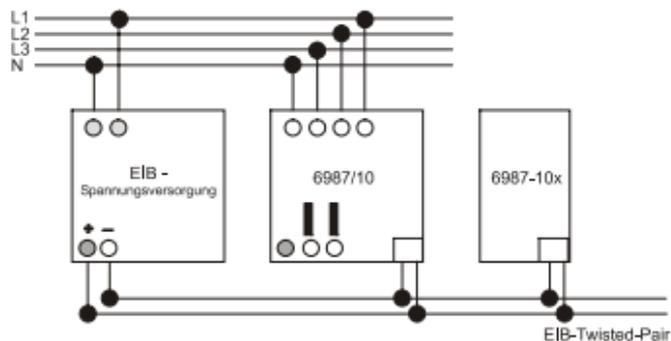
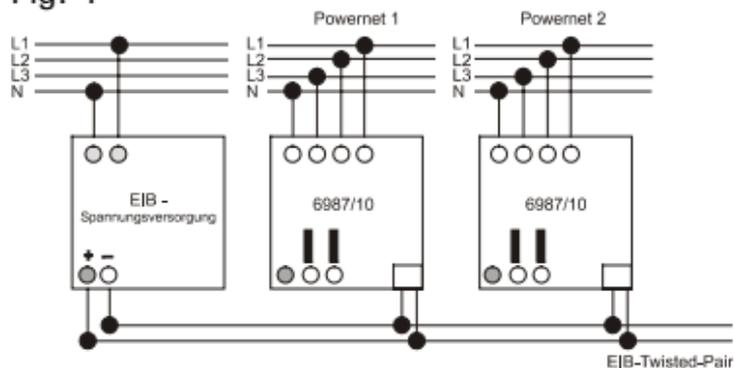

Fig. 1
Fig. 2
1. Tensione di alimentazione bus con sistema di alimentazione EIB a parte: vedi fig. 1 (accoppiatore mediale) o fig. 2 (accoppiatore settoriale)